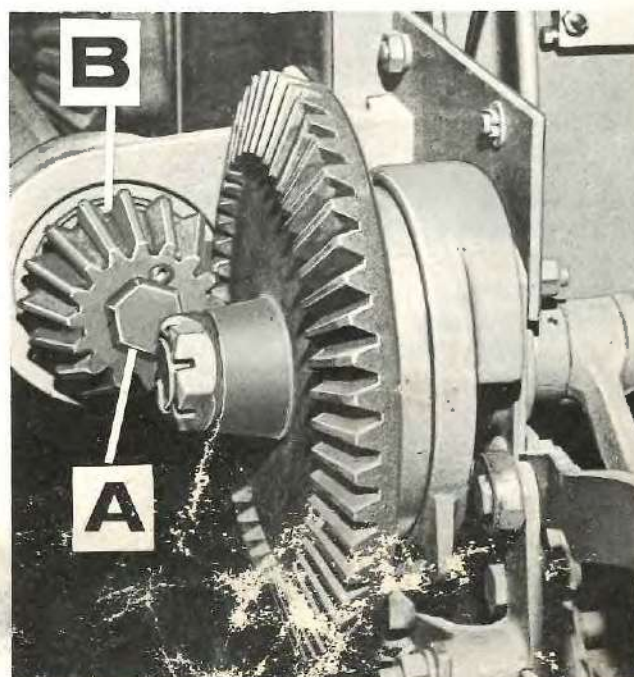
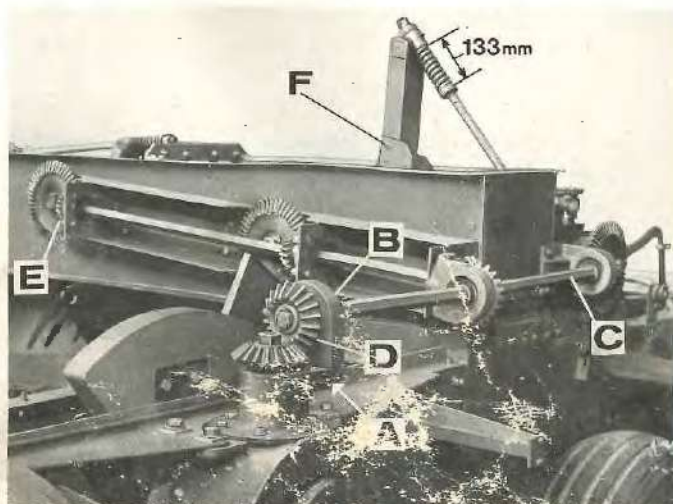

FIG. 33
FIG.35
3. Déposer la goupille d'arrêt et les rondelles de l'arbre d'entraînement (A, Fig. 33 et C, Fig. 35) et faire glisser l'arbre hexagonal vers l'avant en direction de la boîte de vitesses principale. Le pignon (B, Fig. 33) peut alors être retiré.
6. Remettre en place le pignon d'entraînement (B, Fig. 33) sur l'arbre, en remontant les cales d'épaisseur, les rondelles et la goupille de retenue. Vérifier que le jeu entre dents des pignons est correct.
Dévisser les goupilles de montage (A, Fig. 35) et déplacer le palier (B, Fig. 35) le long de l'arbre de transmission (C, Fig. 35). Le pignon (D, Fig. 35) peut alors être séparé de l'autre pignon. Placer la fourche de l'ameneur en position correcte par rapport au fouloir et remettre les pignons en prise. Replacer le palier et vérifier que le jeu entre dents est correct. Tourner le volant pendant un cycle complet pour vérifier à nouveau le calage.
2. Déposer le pignon (E, Fig. 35) de l'arbre de transmission hexagonal.